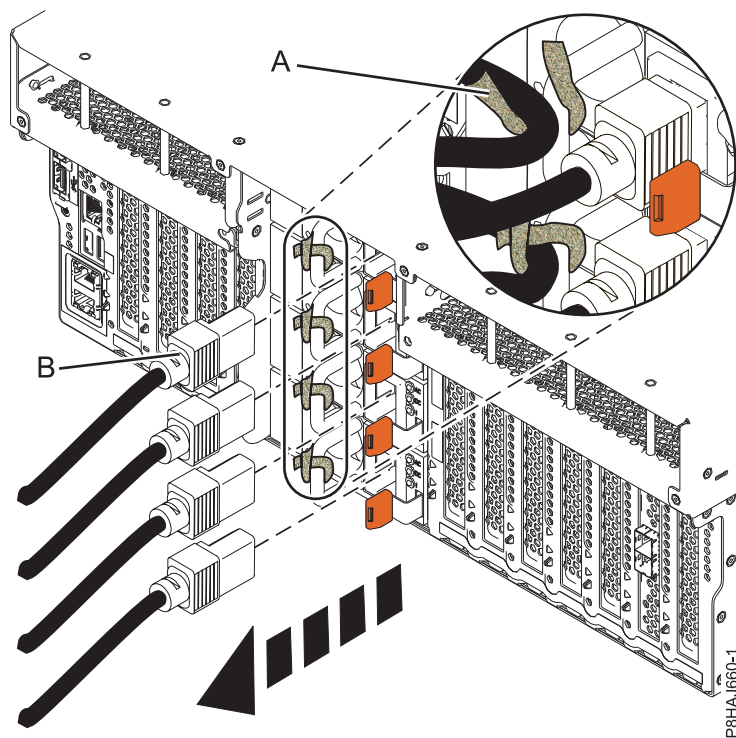
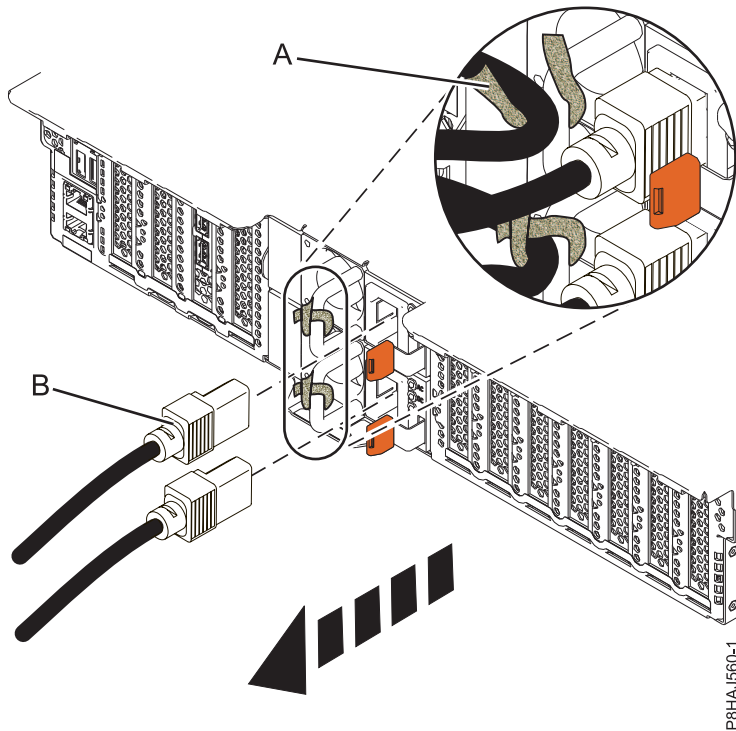
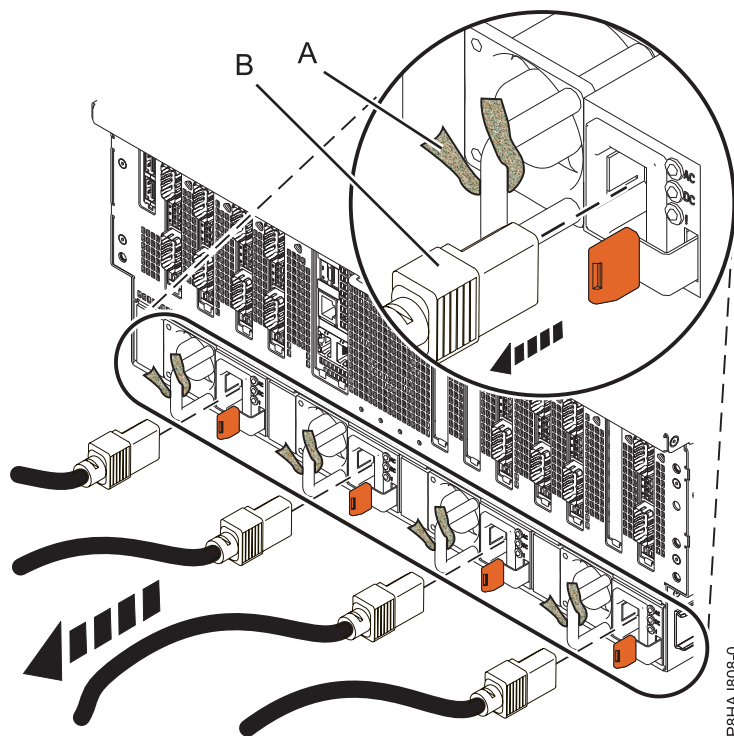

Figura 42. Removendo os cabos de energia de um sistema 8247-42L, 8286-41A ou 8286-42A
Figura 43. Removendo os cabos de energia de um sistema 5148-21L, 5148-22L, 8247-21L, 8247-22L, 8284-21A ou 8284-22A
Figura 44. Removendo os cabos de energia de um sistema 8408-44E ou 8408-E8E
- Desconecte os cabos de energia **(B)** da unidade de sistema. Consulte Figura 42 na página 54, Figura 43 na página 54 ou Figura 44 na página 55 dependendo do tipo do seu sistema.